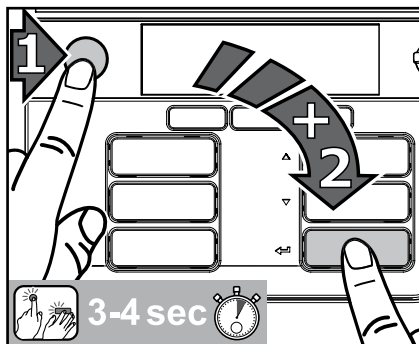

図42
1. まずストップキーを押し、次にエンターキー ◀ を押し、両方のキーを同時に3～4秒間押し続け、清掃モードに入ってください。(図42)